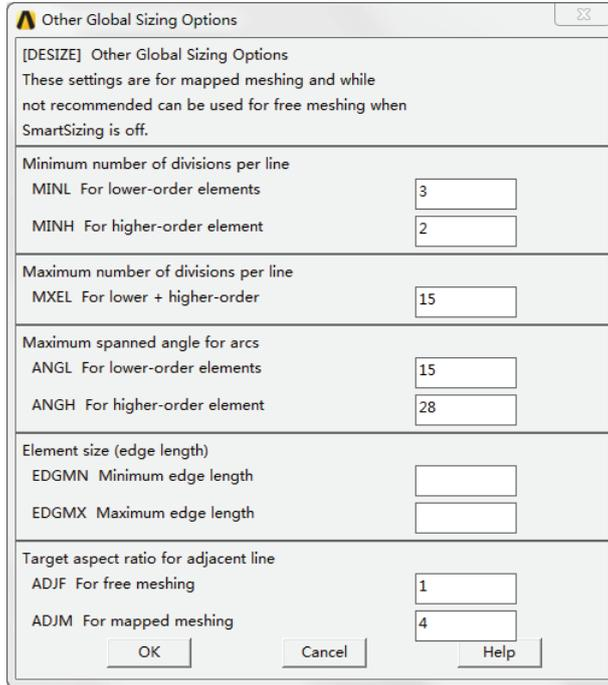

图 5-33 其他总体单元尺寸控制对话框
4) 【Other】：其他详细控制选项。单击该菜单项，弹出如图 5-33 所示的其他总体单元尺寸控制对话框，该对话框中的选项适用于映射网格划分及在自由网格划分时没有可推荐使用的控制项情况下。